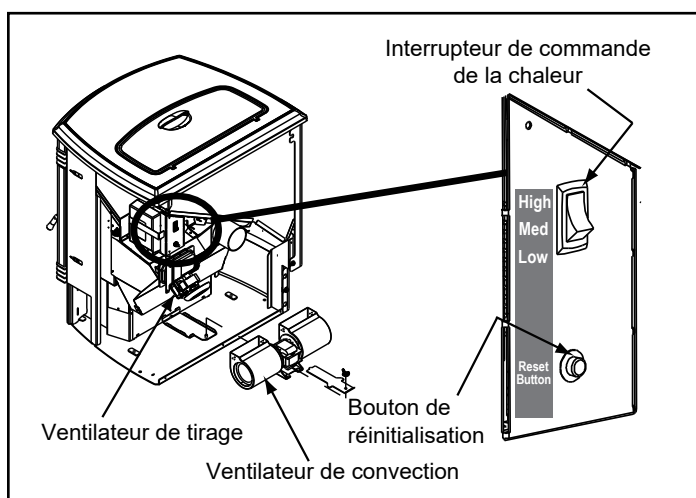
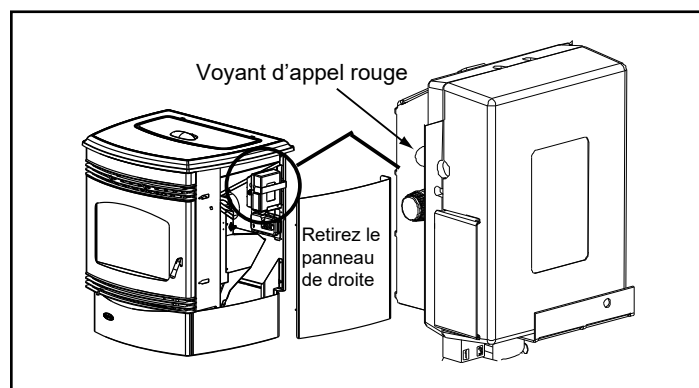

Figure 10.1
Figure 10.2
2. **Commandes de chauffage:** Cet appareil est doté d'un interrupteur de commande du chauffage à trois positions ou taux de combustion : bas, moyen et élevé. L'appareil se met en marche ou s'arrête quand le thermostat le demande. Quand le thermostat demande de la chaleur, l'appareil démarre toujours sur le taux de combustion prédéfini. Si l'appareil est réglé à l'un des réglages, il sera plus silencieux, mais prendra plus de temps pour chauffer la pièce qu'à un taux de combustion plus élevé. Peu importe le taux de combustion, l'appareil s'arrête quand la température de la pièce correspond au réglage du thermostat (**Figure 10.1**).
3. Localisez l'interrupteur de contrôle de l'intensité du chauffage situé au dos de l'appareil du côté droit supérieur (**Figure 10.1**). Réglez-le à « élevé » en enfonçant l'extrémité de l'interrupteur de contrôle, puis réglez le thermostat sur la température maximum. Retirez le panneau de droite et le voyant d'appel rouge situé à gauche de la boîte de commande s'allumera (**Figure 10.2**). Cela indique que le thermostat effectue un appel de chaleur.
3. L'appareil peut parfois brûler tout le combustible et s'arrêter automatiquement (**Figure 10.2 on page 10**). Dans ce cas, le voyant d'appel rouge s'allume (**Figure 10.1 on page 10**). Pour remettre en marche, remplissez la trémie et pressez le bouton de réinitialisation. Le voyant d'appel rouge s'éteint quand vous pressez le bouton de réinitialisation. Le voyant se rallume quand vous relâchez le bouton. Vous devez voir des flammes apparaître après un court instant. Si ce n'est pas le cas, suivez les instructions de la rubrique **Allumage de votre premier feu** à la **page 10**.